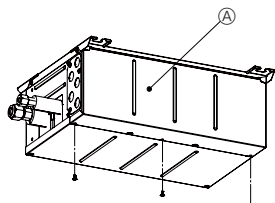
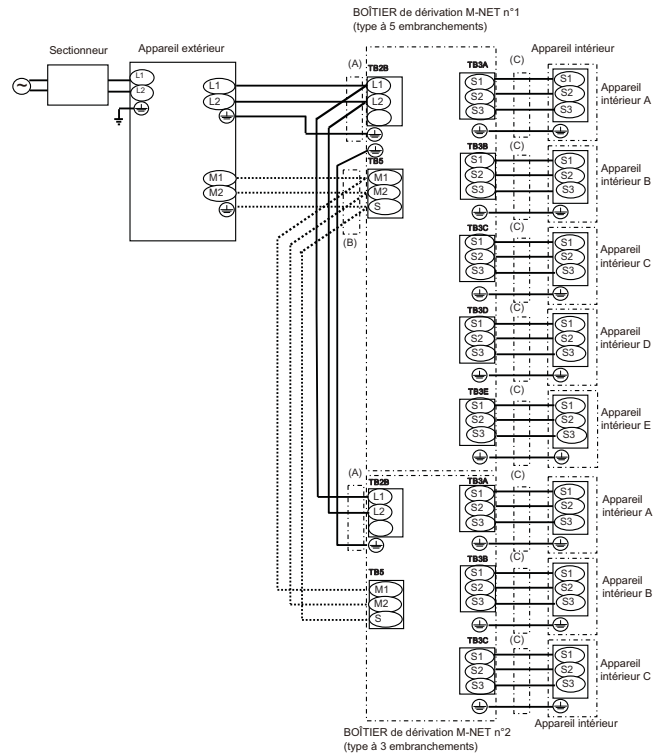

Fig. 8-1
Fig. 8-9
- (1) Retirez le capot électrique. (Fig. 8-1)
- (2) Retirez le capot de la tuyauterie.
- (3) Passez le câblage dans le boîtier de dérivation via la plaque de tuyauterie et attachez-le à l'aide de la plaque de tuyauterie. (Reportez-vous à 8.1)
- (4) Raccordez fermement chaque fil sur le bornier approprié. (Fig. 8-9)
- (5) Réglez les commutateurs DIP. (Reportez-vous à 8.3)
- (6) Remettez en place le capot électrique.
### 8.2. Procédure de câblage externe (Fig. 8-9)